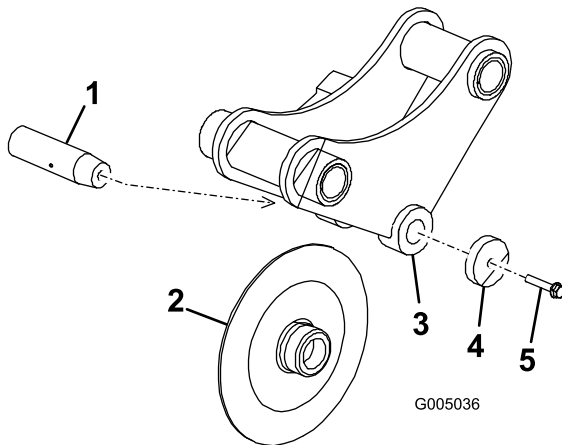

Figura 16
3. Estraete la vite del perno del vomere di circa 1,3 cm, quindi colpitelo ripetutamente con un martello per allentare il perno (Figura 16).
4. Estraete completamente la vite del perno del vomere, la rondella, il vomere e il perno del vomere (Figura 16).
5. Inserite il vomere nuovo nell'apposita staffa (Figura 16).
6. Inserite il perno del vomere facendolo passare attraverso la staffa e il vomere stesso, quindi fissatelo con l'apposita vite e la rondella (Figura 16).